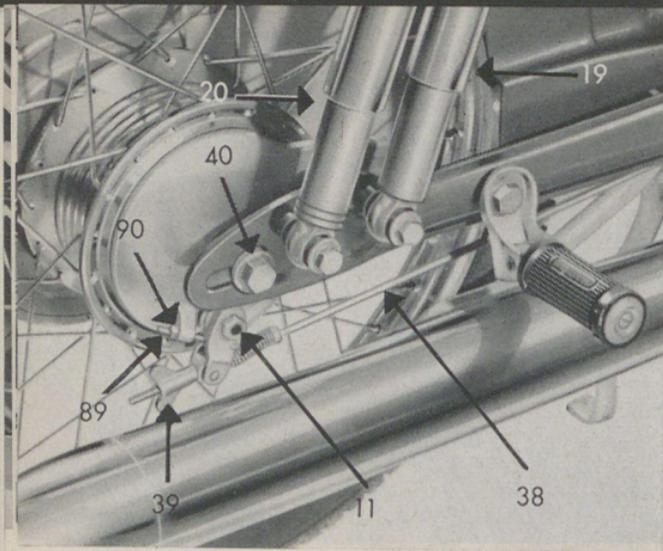
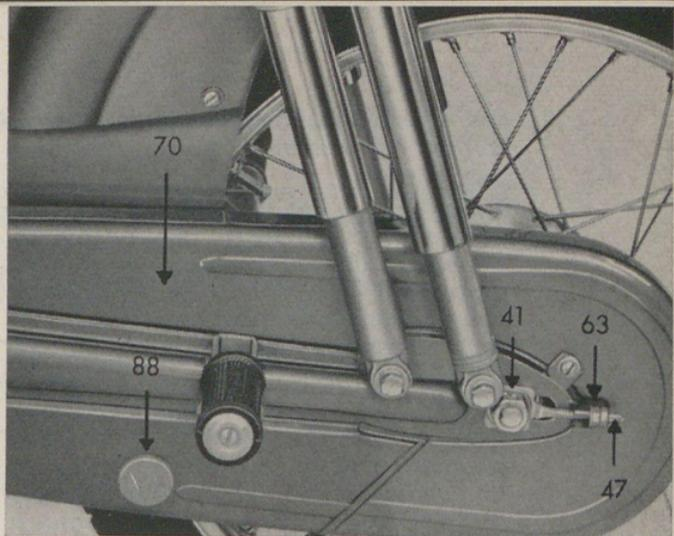

Bild 10
Bild 12
## 7. Der Aus- und Einbau des Hinterrades (Bild 10)
- b) Lösen der Verbindung zwischen Bremshebel und Gestänge 38 durch Losschrauben der Flügelmutter 39 (Bild 10) und Zurückziehen der Verbindungslasche
- c) Lösen der Steckachse 40 (Bild 10) auf der rechten Fahrzeugseite
Nach erfolgtem Zusammenbau muß die Steckachse 40 wieder fest angezogen werden. Die Mutter 11 (Bild 10), welche den Bremshebel fixiert, darf nicht gelöst werden.
Die Kette ist durch einen Kettenkasten 70 weitgehend vor Verschmutzung geschützt. Sie soll alle 1000 km mit Waschbenzin oder Dieselöl gereinigt und mit ZÜNDAPP-Kettenfließfett geschmiert werden (Werkstattarbeit). Zum Nachstellen der Kette müssen die Steckachse 40 (Bild 10), die Kettenflanschmutter 41 (Bild 12) und die Kettenspannmutter bzw. Kontermutter 63 am Kettenspanner 47 (Bild 12) gelöst werden.
Die Kette wird nun durch Rechtsdrehen der vorderen Kettenspannmutter 63 (Bild 12) gespannt, bis der richtige Durchhang (ca. 1 cm) erreicht ist. Nach beendeter Einstellung sind die Kettenspannmutter bzw. Kontermutter 63 wieder zu kontern sowie Mutter 41 (Bild 12) und Steckachse 40 wieder fest anzuziehen.
Im Kettenkasten ist ein mit einem Gummistopfen 88 verschlossenes Schau- loch angebracht. Es dient zum Nach- prüfen der Kettenspannung (s. Bild 12).
**Das Einstellen der Hinterradbremse** (s. Bild 10) erfolgt mit der Anschlagsschraube 89 zum Bremshebel am Hinterradbremsschild. Nach Lösen der Gegenmutter 90 ist die Stellschraube 89 im Uhrzeigersinn so weit zu drehen, bis das Rad noch frei spielt. Danach ist die Gegenmutter 90 wieder festzuziehen.
Das Bremsgestänge 38 (Bild 10) darf nicht verbogen werden!